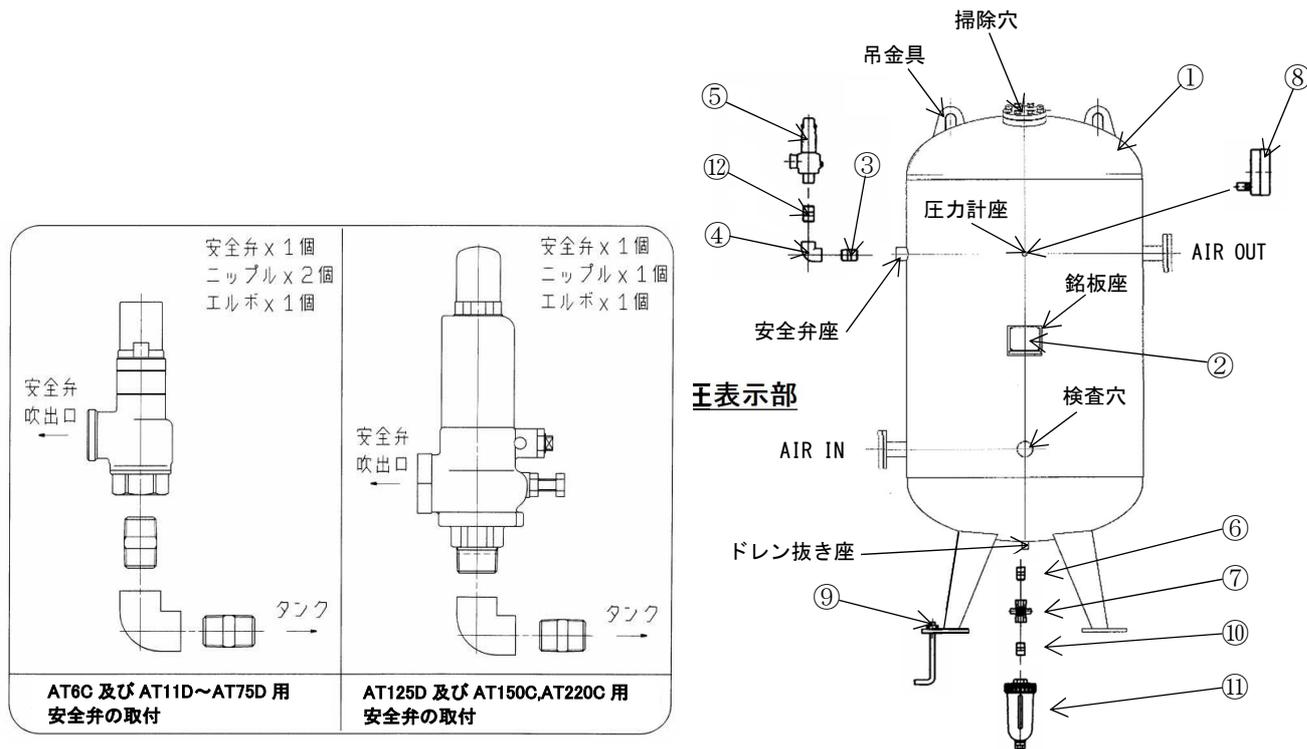

図2 付属品の取付
- ① 付属品は、本体と別梱包されております。図2により付属品の確認をしてください。
- ② 付属品のオスねじ部にシールテープを巻き、図2を参考にパイプレンチ、スパナ等で確実に強固にねじ込んでください。